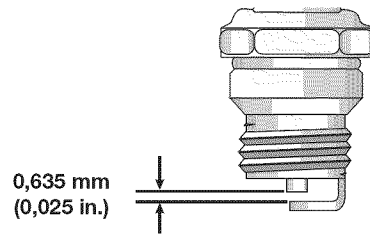

Fig. 19
6. Reinstale la rejilla del parachispas, ajustándola en forma ceñida de nuevo en la cubierta del parachispas (Fig. 19).
3. Cambie las bujías que estén rajadas, sucias o deterioradas. Fije la separación de aire a 0,635 mm (0,025 pulgadas) utilizando un calibrador (Fig. 19).